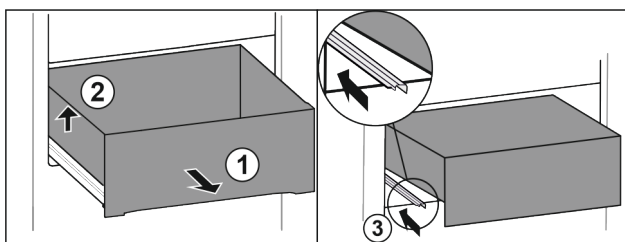

Fig. 90
- Vytáhněte zásuvku až na doraz. Fig. 90 (1)
- Nadzvedněte zásuvku vlevo. Fig. 90 (2)
- Zasuňte levou kolejničku. Fig. 90 (3)